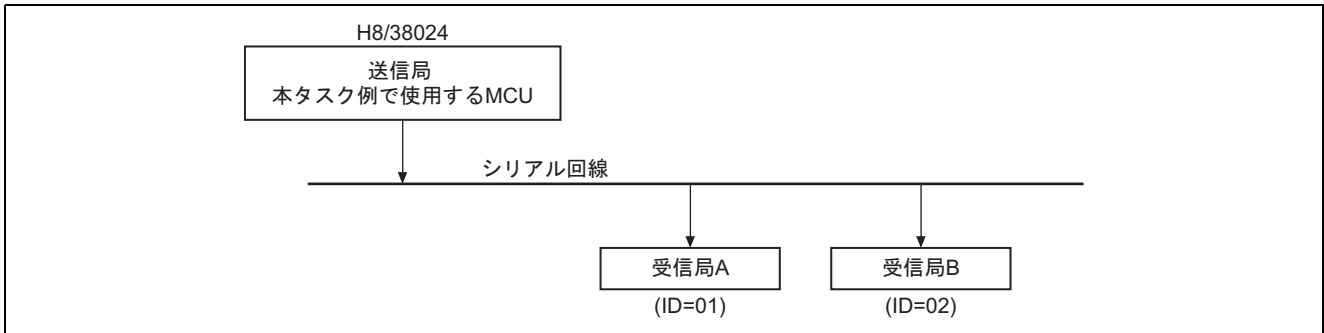

図 1 マルチプロセッサ通信
- (1) 図 1 に示すようにマルチプロセッサ通信機能を使用して、受信局 A にデータ H'B8 を受信局 B にデータ H'DE をそれぞれ送信します
- (2) 送信データの通信フォーマットは、データ長が 8 ビット、マルチプロセッサビット 1 ビット、ストップビット長が 1 ビットに設定します。
- (3) ビットレートは 31250(bit/s)で送信します。またデータ送信の終了時にブレークを出力します。